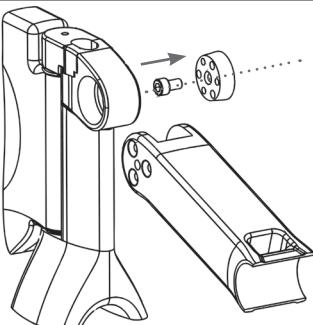

Fig. 5
1. Sgrassare le spine (1 e 6), la testa della forcella (3) e i bracci dell'attacco manubrio con un panno asciutto.
2. Ingrassare la vite M6x10mm (4).
3. Avvitare e stringere a mano la vite M6x10mm nella spina sinistra. La testa della vite deve essere appoggiata al diametro piccolo della spina (fig. 5).